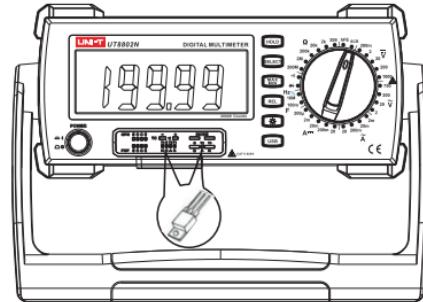

图11. SCR(晶闸管)测量
- 2) 档位打到SCR测量档位，如图11；
- 4) 将SCR 引脚插入到UT-S03A正确的位置见图11；(UT-S03A 已经有SCR引脚G(门极)、A(阳极)、K(阴极)标号。SCR引脚应该对应正确)